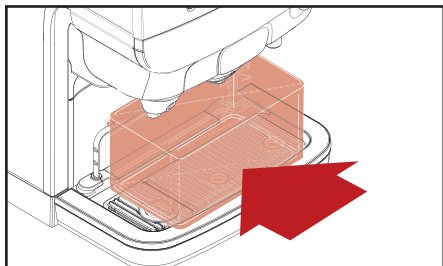

Bild 5.7 - Placera behållaren
7. Placera behållaren (bild 5.7) enligt produktens uttag och tryck  för att starta sköljning.
8. Placera behållaren (bild 5.7) enligt produktens uttag ock tryck ← för att starta sköljning.